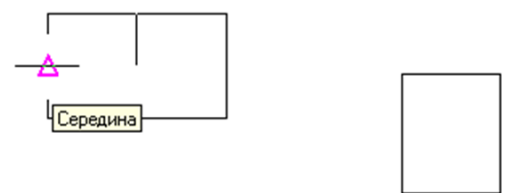

Рис. 35
10. Укажите вторую точку (середину соседней стороны прямоугольника, как показано на рис. 35);